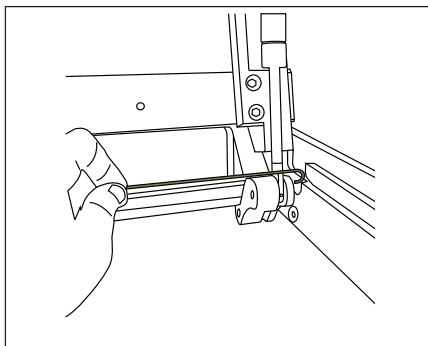

Fig.22
- Sacar los pernos y sustituir el pistón (para sacar los pernos utilizar un gancho de metal) (fig.22);
- Sacar el perno y quitar el pistón (para sacar el perno utilizar un gancho de metal) (ejemplo en fig.22)